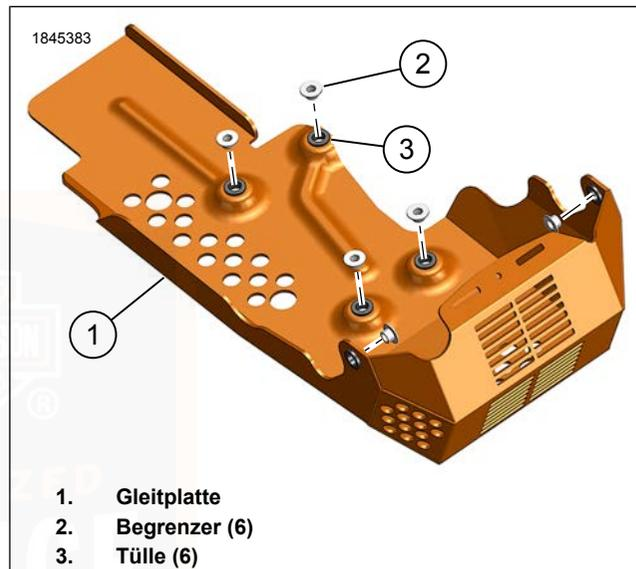

Abbildung 79. Gleitplattenbegrenzer
1. Siehe Abbildung 79. Sicherstellen, dass die Tüllen (3) und Begrenzer (2) ordnungsgemäß positioniert sind.